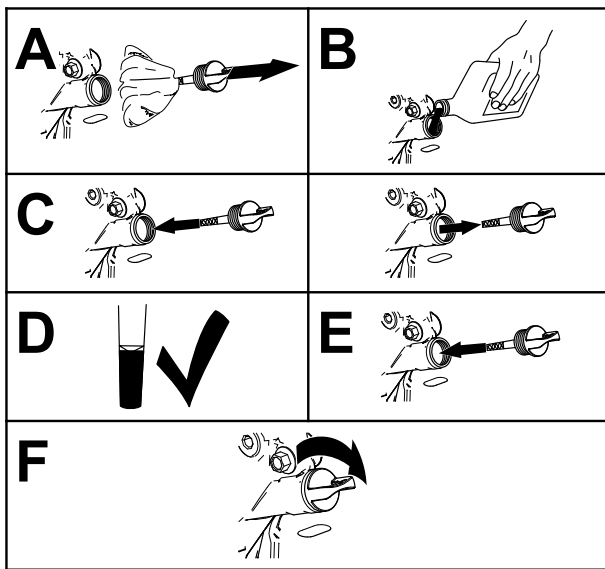

Рисунок 37
4. Медленно залейте приблизительно 80% масла указанного типа в заливную горловину и затем медленно добавляйте масло, чтобы довести его уровень от отметки **Полный** (Рисунок 37).